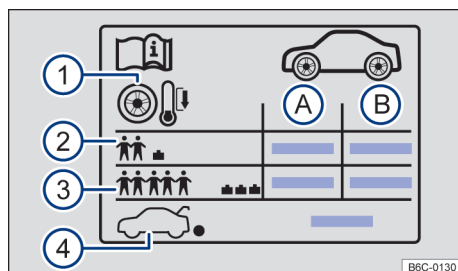

Fig. 159 Etiqueta com as pressões dos pneus.
→ Fig. 159:
- Adequar a pressão dos pneus sempre à condição de carga do veículo → Fig. 159 ③.